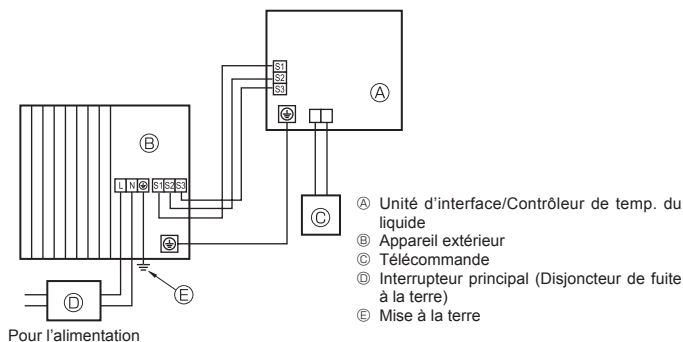
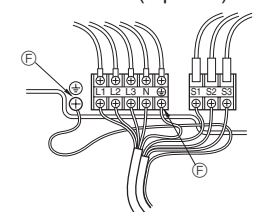

Fig. 6-1
Fig. 6-2
### 6.1. Appareil extérieur (Fig. 6-1, Fig. 6-2)
- Effectuer le câblage conformément aux Fig. 6-1 et 6-2.